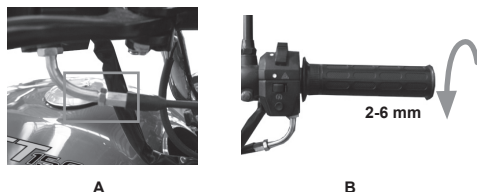

Imagen 29. Ajuste del puño del acelerador.
1. Ubicar la tuerca y la contratuerca de ajuste del acelerador. Ver imagen 29-A.
4. Revisar que el juego libre del acelerador esté dentro de la especificación, además de que la rotación sea suave desde la posición de cerrado hasta la posición de abierto. Ver imagen 29-B.